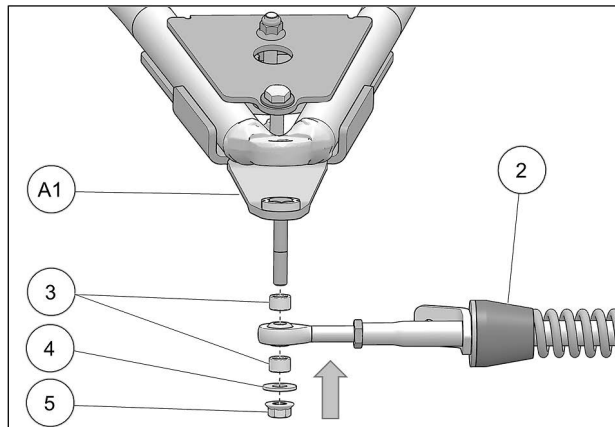

Fig. 25
14. Fixer le bras stabilisateur (2) au boulon déjà installé sur l'ancrage de suspension (A1) à l'aide des deux espaceurs (3), de la rondelle (4) et de l'écrou autobloquant (5). Serrer à un couple de 70 Nm [52 lb•pi]. Voir la Fig. 25